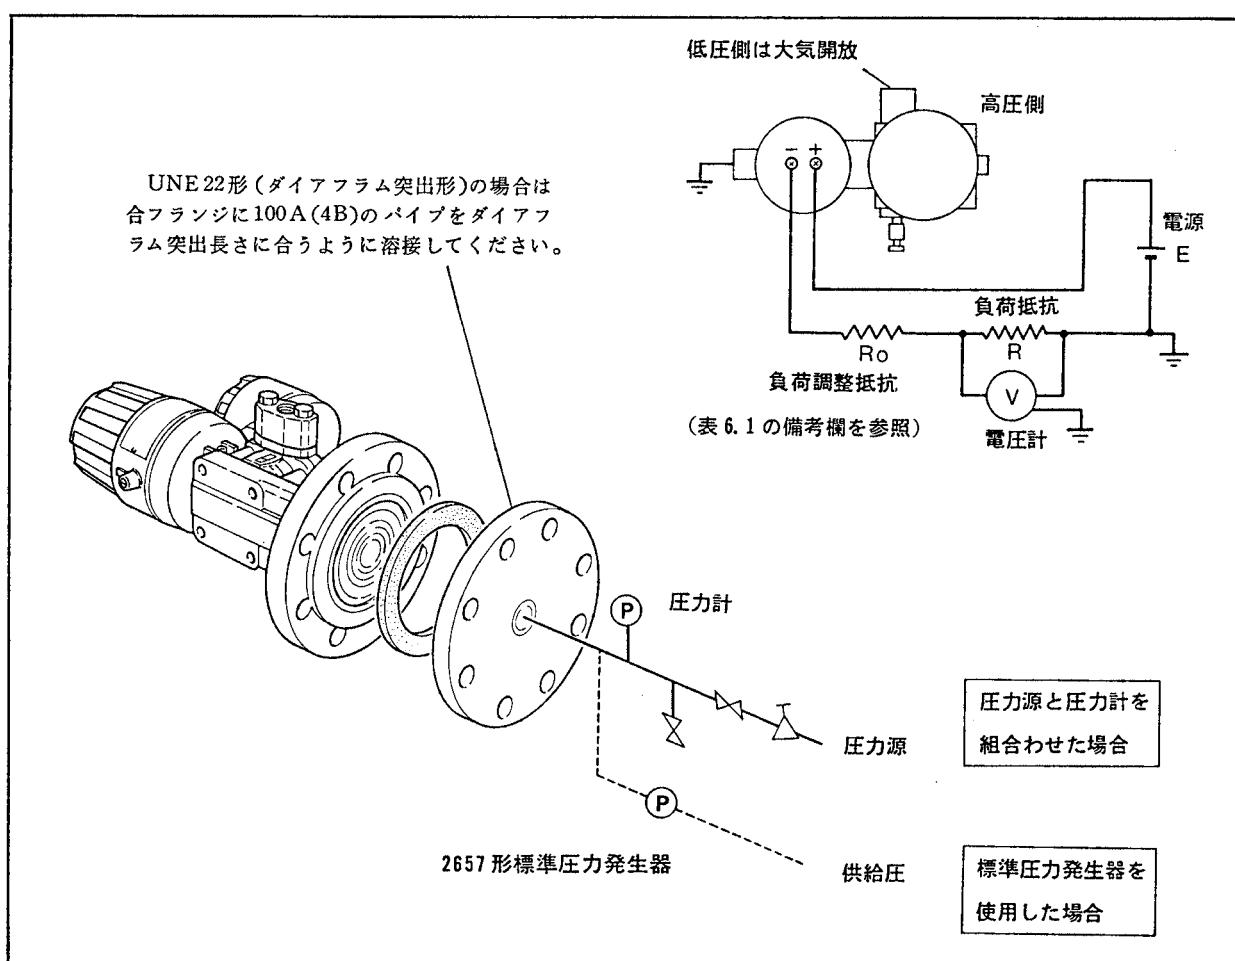

図6.1 各機器の接続
校正は図6.1のように差圧相当の圧力を加える方法と実際にプロセスに取付けた状態で液位を変化させる方法との2つがあります。
- 図6.1のように各機器を接続し、5分以上ウォームアップします。
1. 図6.1において測定レンジの0%が0mm H₂Oまたは正方向に遷移されている場合は、図のように低圧側を大気開放にしてください。測定レンジの0%が負方向に遷移されている場合は、各機器を低圧側に接続し高圧側を大気開放にしてください。
- (3) 図6.1のように各機器を接続し、5分以上ウォームアップします。
- (4) ダンピング調整ボリュームを反時計方向へ一杯に回します(6.7項参照)。
- (5) 高圧側の圧力を0kPa(0mmH₂O)にし、ゼロ調整ねじで出力を1.000V±0.004V(0%)に調整します。
- (6) 高圧側にカプセルアセンブリのMAX SPAN圧力を加え、スパン調整ボリュームで出力を5.000V±0.004V(100%)に調整します。
- (7) (5),(6)項を繰り返して行ない、各電圧が許容値に入るようにします。
- (8) 高圧側にMAX SPANの1/2の圧力を加え、出力が $3.000\text{V} \pm 0.004\text{V}$ (50%)の範囲内に入るか確認します。範囲内に入らない場合にはリニアリティ調整ボリュームで調整します。
- (9) (5), (8)項を繰り返して行ない、各電圧が許容値内に入るようにします。
- (1) 6.3項の図6.1と同じように各機器を接続し、5分以上ウォームアップします(6.3項(1)の注意を参照)。